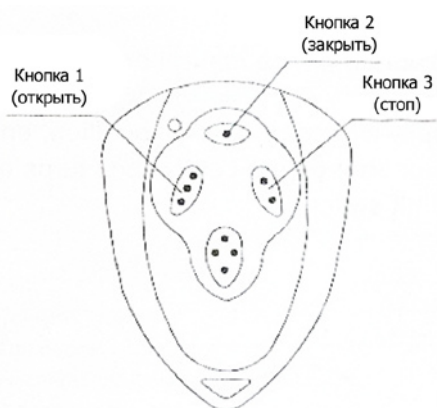

Рис. 7. Схема пульта дистанционного управления
- Пульты дистанционного управления работают в трехканальном режиме (кнопка 1 - открыть, кнопка 2 - закрыть, кнопка 3 - стоп) см рис. 7.